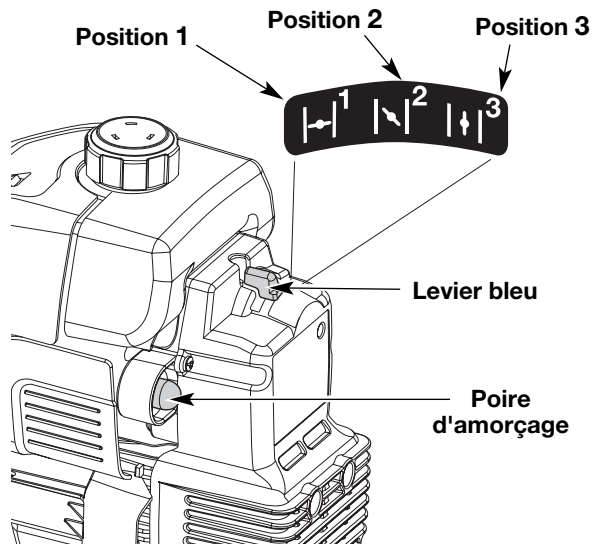

Fig. 7
3. Pressez et relâchez la poire d'amorçage à 10 reprises, lentement. Une certaine quantité de carburant devrait être visible dans la poire d'amorçage et les conduites de carburant (Fig. 7). Si vous n'apercevez pas de carburant dans la poire, pressez et relâchez la poire autant de fois que nécessaire jusqu'à ce que vous aperceviez du carburant dans cette dernière.
4. Mettez le levier bleu en **position 1** (Fig. 7).
9. Une fois que le moteur est chauffé, placez le levier bleu d'étranglement en **position 3** (Fig. 7). La machine est prête à être utilisée.
**SI...** Le moteur hésite, remettez le levier en position 2 (Fig. 7) et continuez à le chauffer.